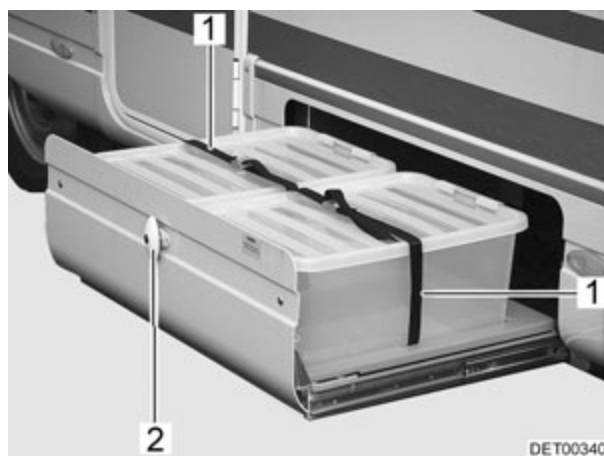

Fig. 31 Rallonge pour caisses
- Ouvrir le serrure du portillon (Fig. 31,2) comme décrit ci-dessus.
- Desserrer les courroies de serrage (Fig. 31,1).